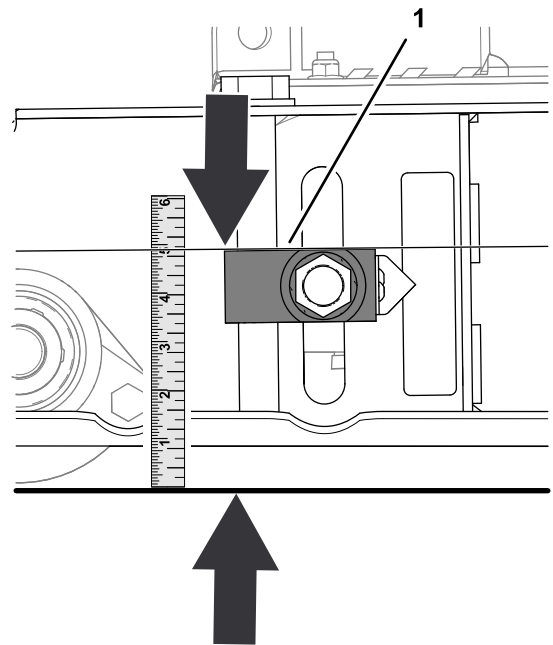

Figura 81
2. Meça a distância entre a parte de cima do bloco ajustador e o solo (Figura 81).